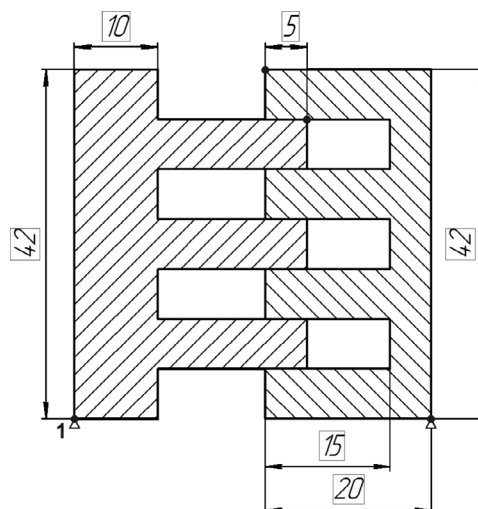

Рис. 62.61.
10. Проставьте линейный размер, определяющий величину взаимного перекрытия деталей, и задайте его значение 5 мм (рис. 62.61). На рисунке показаны точки привязки размера.